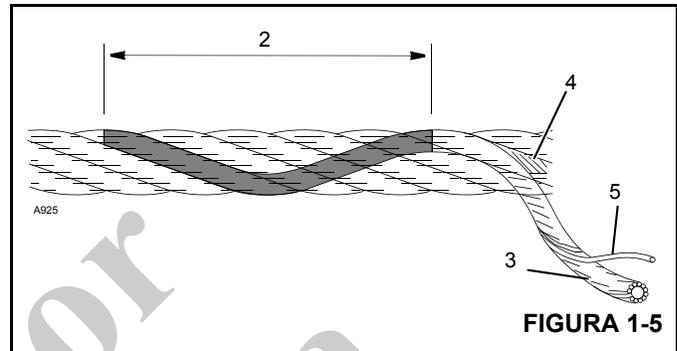

FIGURA 1-5
- Al buscar alambres rotos (5) (Figura 1-5), alívie el cable, muévelo hacia afuera de los “puntos de recogida” y dóblelo lo más que se pueda. Los defectos del cable hacen referencia a la “longitud de sesgo” (2), que es la distancia medida a lo largo del cable en donde una trenza (3) logra una revolución completa alrededor del núcleo (4).